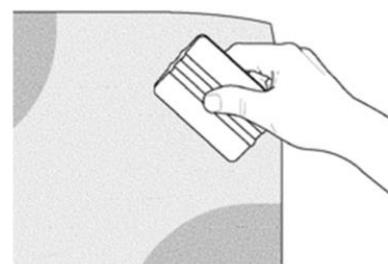

Figura 4
1. Rialzare la parte fissata con il pollice e rispatolare integralmente eliminando tutte le grinze e le bolle. Vedere figura 4.